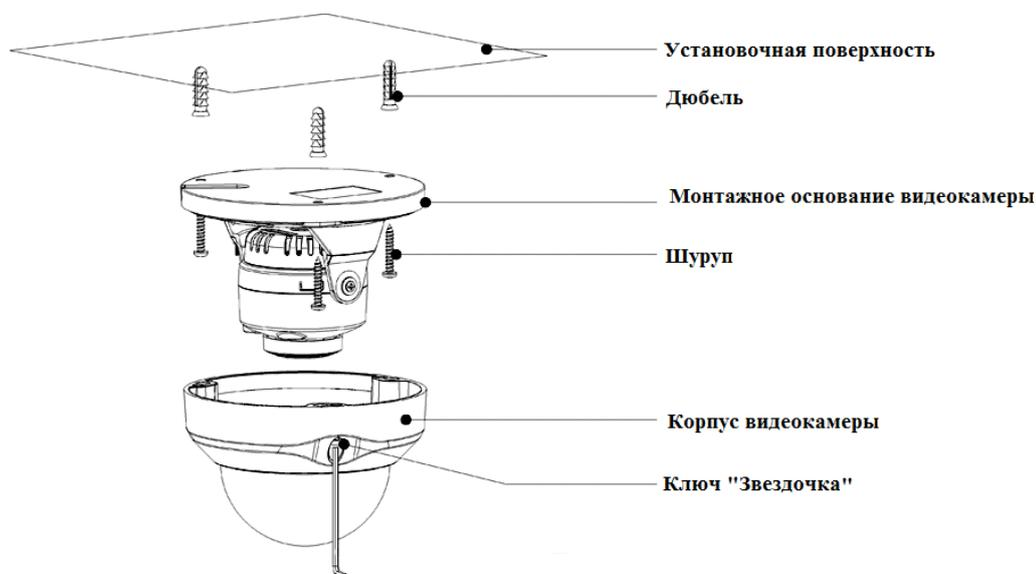

Рисунок 3
4.6 Прикрепите монтажное основание видеокamеры к установочной поверхности (рис.3).